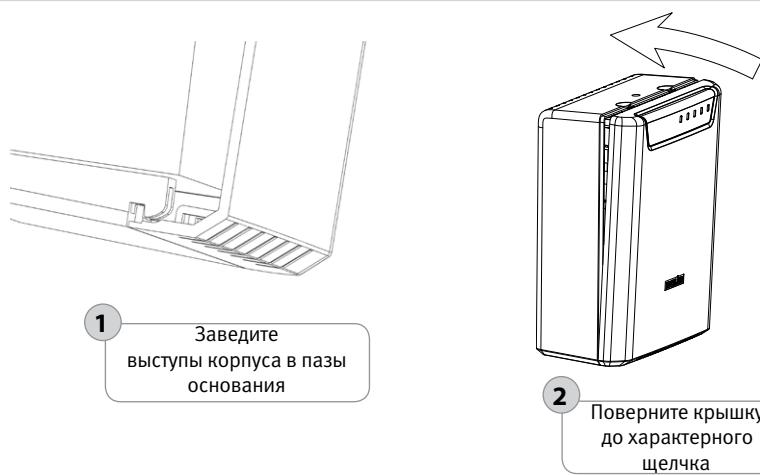

Рисунок 7. Установка крышки
7. Закройте крышку прибора (см. рис. 7). Для этого заведите зацепы нижней части крышки в пазы на корпусе РИП, затем закройте крышку до щелчка.